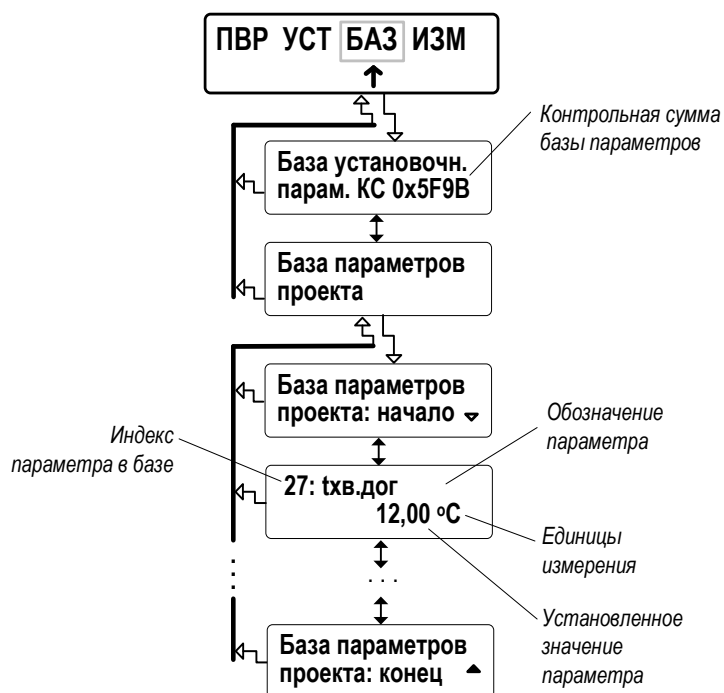

Рис.21. Вид окон индикации базы параметров.
7.4.1. Значения основных параметров, установленных в ТВ, фиксируются в **Базе**. Структура **Базы** и вид окон индикации показаны на рис.21.